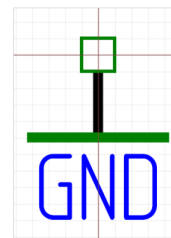

Рис. 62 Порт GND
- GND (Корпус) – обозначение заземления на корпус устройства, см. Рис. 62.